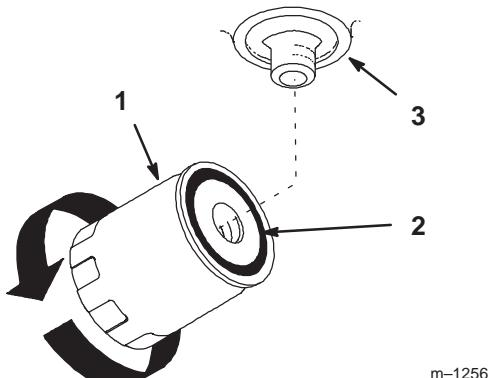

Figure 53
- Appliquez une fine couche de liquide hydraulique sur le joint en caoutchouc du filtre de rechange (Fig. 53).
- Quand le liquide déborde, tournez le filtre dans le sens horaire jusqu'à ce que le joint rejoigne l'adaptateur, puis donnez un demi-tour supplémentaire (Fig. 53).